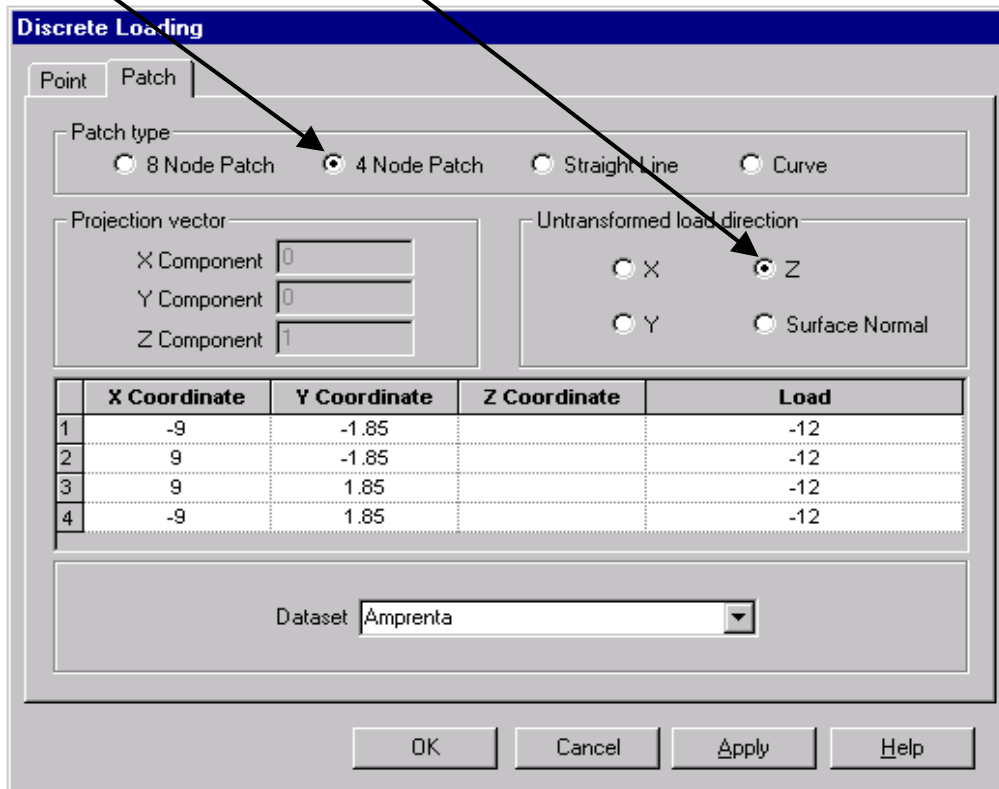

Fig. 34
- în caseta de dialog se alege încărcarea de tip amprentă (**Patch**) (**cu 4 noduri**), pe direcția axei **Z** (fig. 34)